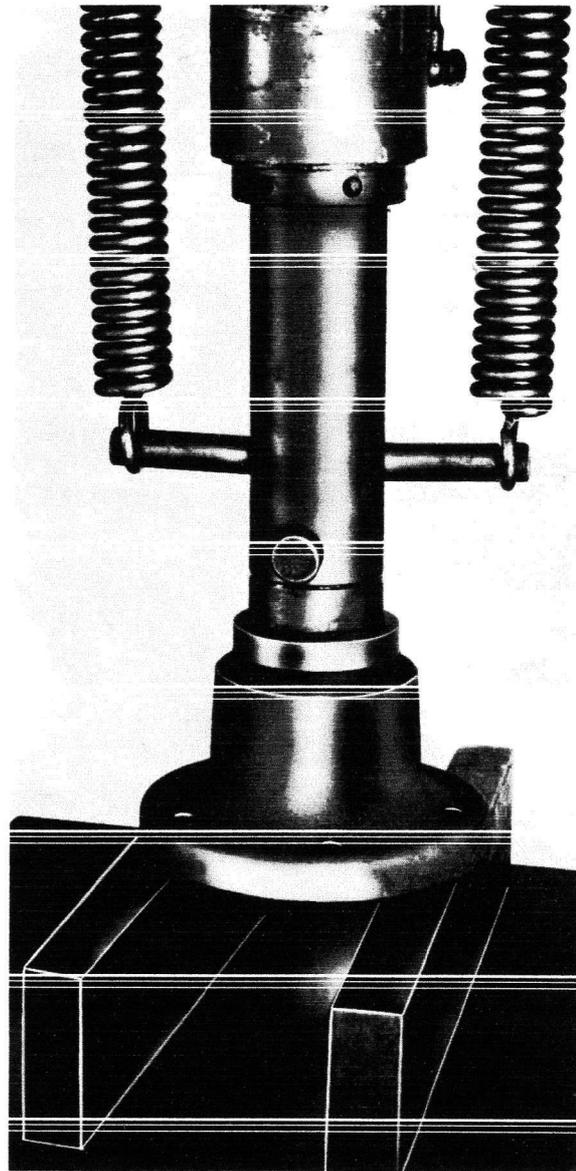

Fig. 4
- 6° A la presse, mettre en place la bague d'étanchéité à l'aide du tampon MUTO (fig. 4).